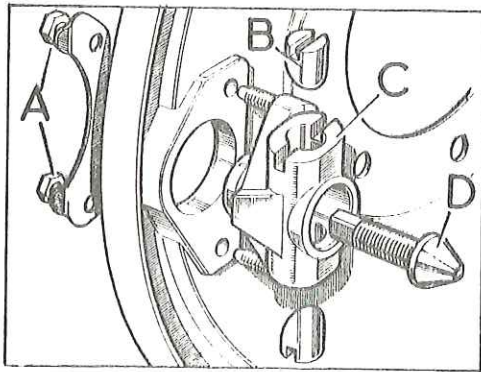

Fig. H-50 Ajustador
- 3.1. Instalar la caja, C (Fig. H-50) dejando sin apretar por completo las tuercas de fijación en esta fase. Atornillar el cono de ajuste, B, hasta la posición de avance mínimo.